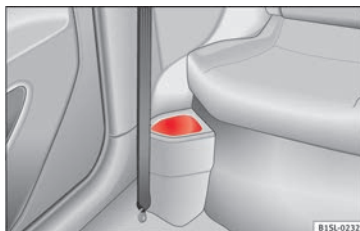

Abb. 127 Vor den Rücksitzen: Ablagefach.
- Vor den Rücksitzen » **Abb. 127**.